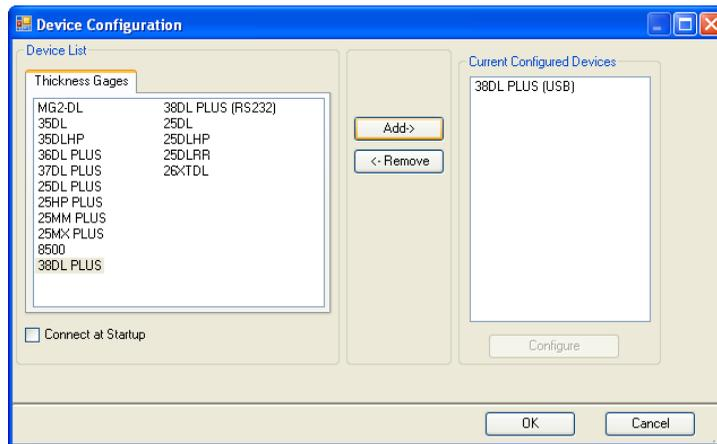

Abbildung 14-7 Dialogfeld Device Configuration (Gerät konfigurieren)
- b) Verfahren Sie im Dialogfeld **Device Configuration** (siehe Abbildung 14-7 auf Seite 285) wie folgt:
- (1) Wählen Sie auf der Liste **Device List** das 38DL PLUS aus und klicken Sie dann auf **Add**.